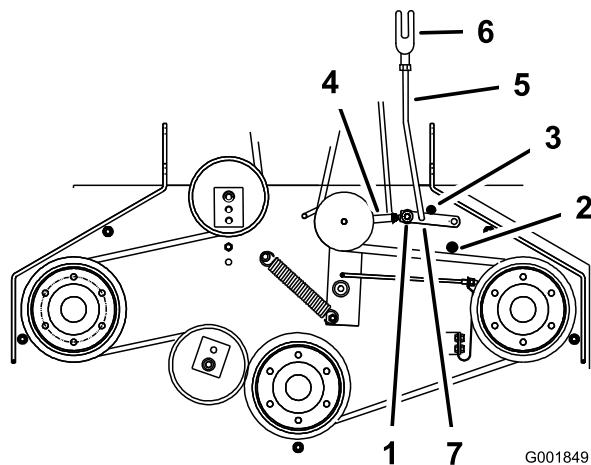

Figura 54
5. Asegúrese de que el brazo está en contacto con el tope trasero del brazo de la carcasa (Figura 54).
7. El brazo debe entrar en contacto con el tope delantero del brazo de la carcasa. Si no lo hace, la palanca acodada debe acercarse más al refuerzo (Figura 54).
8. Para ajustar el acoplamiento del brazo, retire el pasador de horquilla del brazo (Figura 54).
11. Instale el acoplamiento en el brazo y sujételo con el pasador de horquilla (Figura 54).